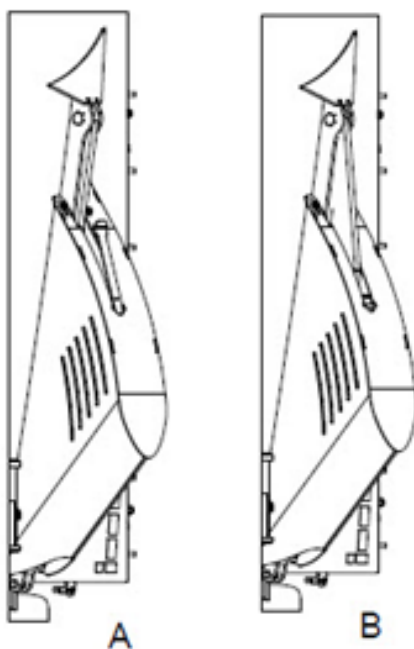
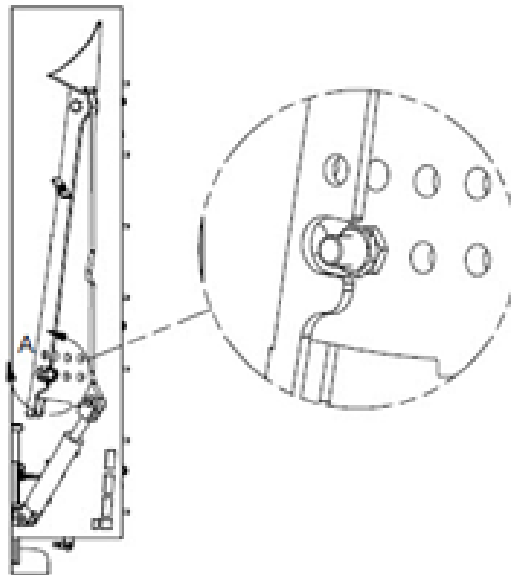

Figure 23 — Contre-couteaux entrés (A) Contre-couteaux sortis (B)
Figure 24 — Limiteur de course du vérin hydraulique des contre-couteaux
La grosseur de coupe dépend de la position des deux contre-couteaux hydrauliques. Les contre-couteaux sont activés par un vérin hydraulique qui les fait entrer et sortir de la cuve. Vous pouvez ajuster la grosseur de coupe en limitant la course du vérin hydraulique. Pour une coupe plus petite, les contre-couteaux doivent être complètement à l'intérieur de la cuve (Figure 23-A).
1. Avec les commandes hydrauliques ou la télécommande Smart-Control (en option), sortez complètement les contre-couteaux de la cuve (Figure 23-B).
3. Enlevez les gardes des contre-couteaux, qui se trouvent de chaque côté de la machine, en desserrant les quatre (4) boulons de chaque garde.
4. Insérez le boulon du limiteur de course dans le trou correspondant à la position désirée (Figure 24).